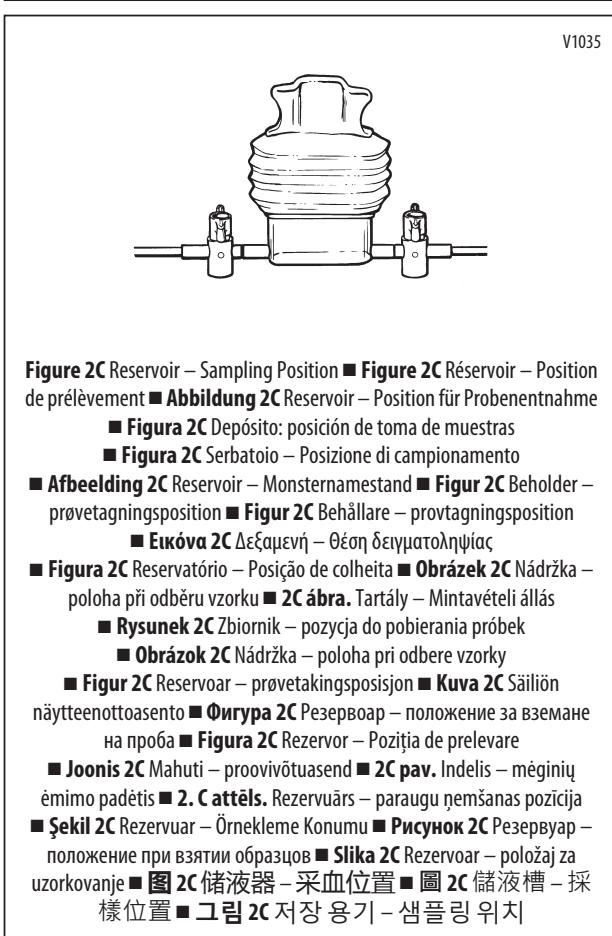

Figure 2C Reservoir – Sampling Position ■ **Figure 2C Réservoir – Position de prélèvement** ■ **Abbildung 2C Reservoir – Position für Probenentnahme**
■ **Afbeelding 2C Reservoir – Monsternamestand** ■ **Figur 2C Beholder – prøvetagningsposition**
■ **Rysunek 2C Zbiornik – pozycja do pobierania próbek**
■ **Şekil 2C Rezervuar – Örnekleme Konumu** ■ **Рисунок 2С Резервуар – положение при взятии образцов** ■ **Slika 2C Rezervoar – položaj za uzorkovanje** ■ **图 2C 储液器 – 采血位置** ■ **圖 2C 儲液槽 – 採樣位置** ■ **그림 2C 저장 용기 – 샘플링 위치**